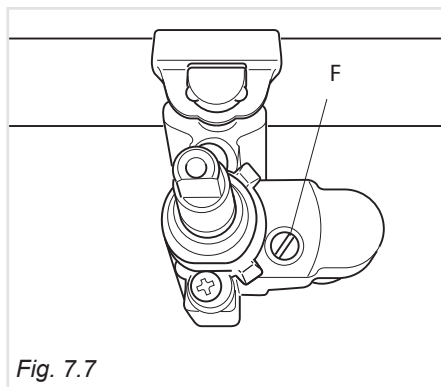

Fig. 7.7
- Togliere la manopola ed agire sulla vite **F** (fig.7.7) fino ad ottenere la fiamma desiderata.